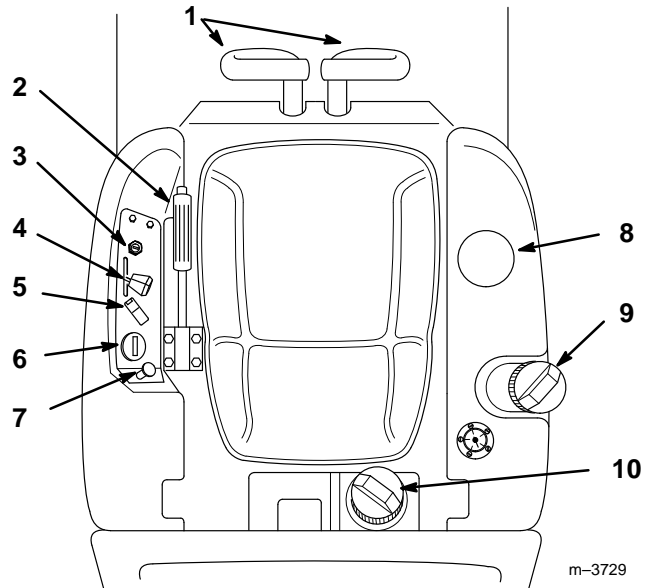

Abbildung 1
Machen Sie sich mit allen Bedienungselementen vertraut, bevor der Motor gestartet und die Maschine eingesetzt wird (Abb. 1).
1. Die Fahrtregler auf Neutral stellen (Abb. 1).